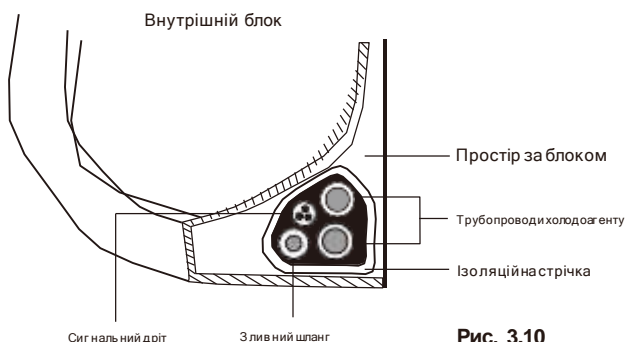

Рис. 3.10
- Зв'яжіть зливний шланг, трубки холодоагенту та сигнальний кабель відповідно до **Рис. 3.10**.
- Використовуючи ізоляційну стрічку, щільно обмотайте сигнальний дрот, трубки холодоагенту та зливний шланг. Ще раз перевірте, чи всі предмети вкомплектовано відповідно до **Рис. 3.10**.